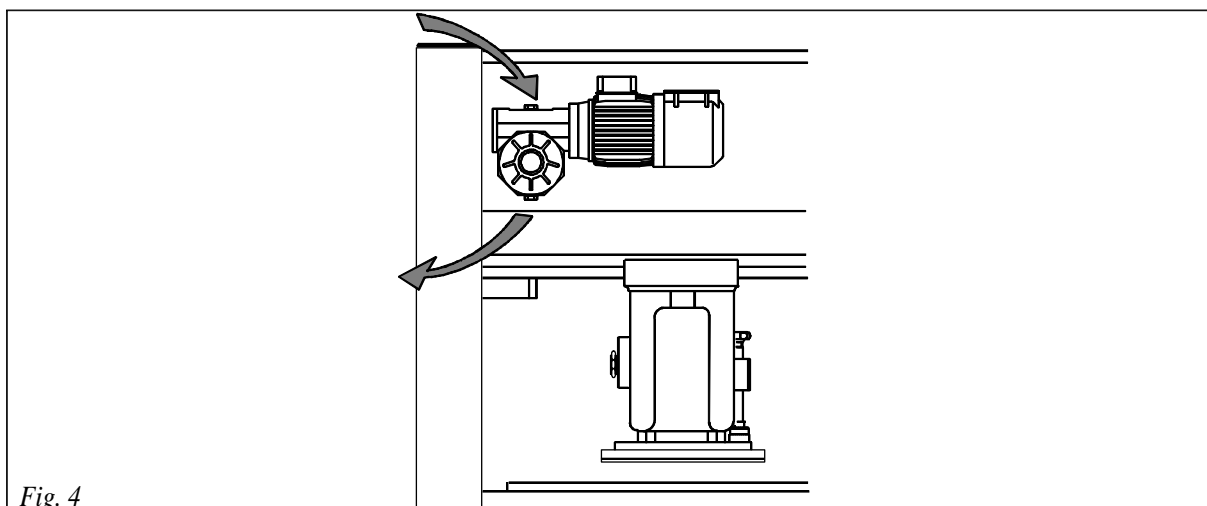

Fig. 4
- b)** portare il selettore (G) in posizione **ADJUSTMENT** e ruotare completamente in senso orario (chiuso) il volantino (V) (Fig. 4).